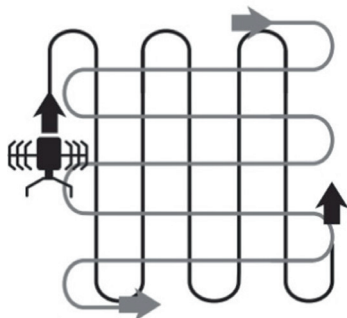

Рис. 7
6. Культивируйте участок перекрывающимися рядами. Для наиболее эффективной культивации следуйте схеме, указанной на Рис. 7. Начните с перемещения культиватора вверх и вниз по вертикальным линиям, затем работайте горизон-